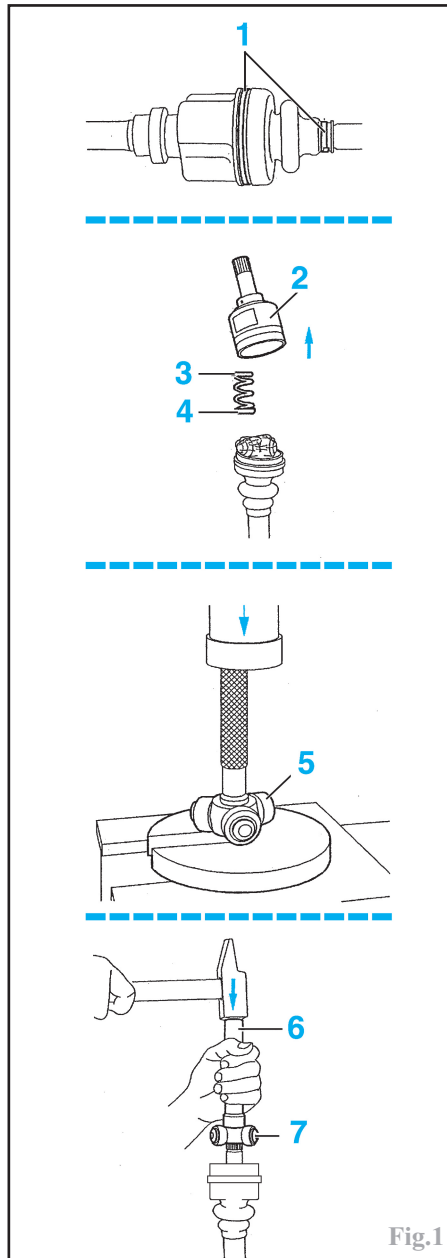

Fig.1
Desserrer ou scier et déposer les deux colliers (1) (Fig.1).